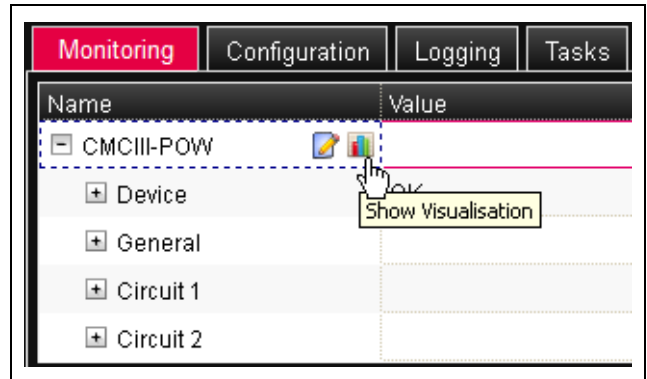

Fig. 28 : symbole « Graphique »
- Cliquer sur le symbole « Graphique » coloré derrière l'élément « CMCIII-POW » sous forme de diagramme stylisé (fig. 28).